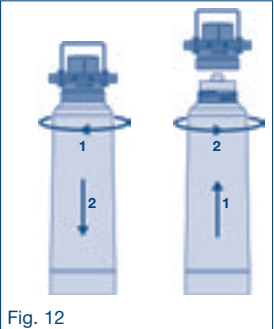

Fig. 12
- 2. Desaperte o elemento filtrante na cabeça do filtro, rodando-o para a direita (ver fig. 12). Para facilitar a desmontagem dos elementos filtrantes, é possível oscilar a cabeça do filtro no suporte em 90°.
- 4. Instale um novo elemento filtrante como descrito no capítulo 6.8 (ver fig. 12)